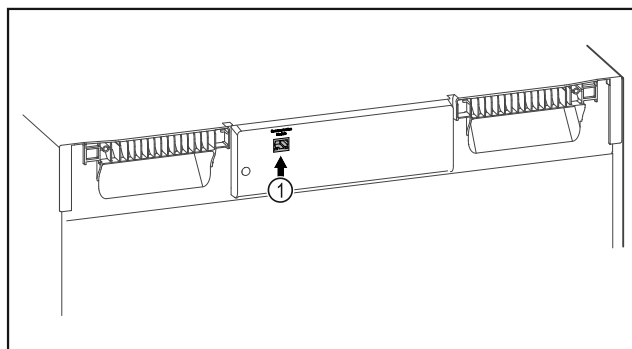

Fig. 102
- ❑ SmartModule Fig. 102 (1) установлен.